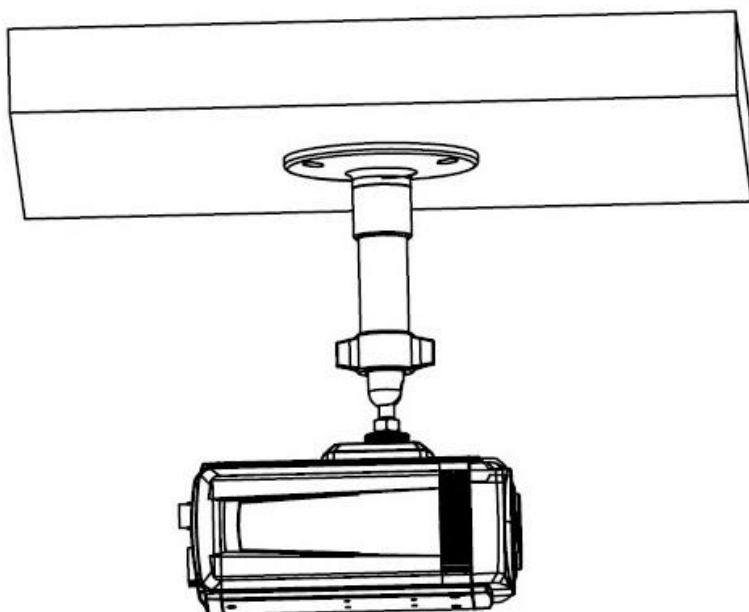

Figura 2.1 Instalación de la cámara
1. Seleccione el modo montaje y coloque el brazo de la cámara. Para la instalación sobre pared de cemento deben fijarse previamente los correspondientes tacos (los taladros de montaje de los tornillos deben estar alineados con los del brazo), y a continuación montar el brazo según se muestra en la figura 2.1. Para la instalación sobre pared de madera utilice directamente los tornillos autorroscantes. Tenga en cuenta que la pared debe soportar al menos tres veces el peso total de cámara y brazo.